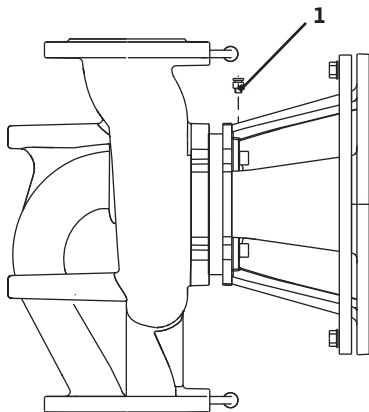

Fig. 38: Supapa de dezaerare
- Aerisiți pompele prin deschiderea supapelor de dezaerare (fig. 38, poz. 1). Funcționarea fără apă distruge etanșarea mecanică a pompei. Este interzisă dezaerarea senzorului de presiune diferențială (pericol de distrugere).